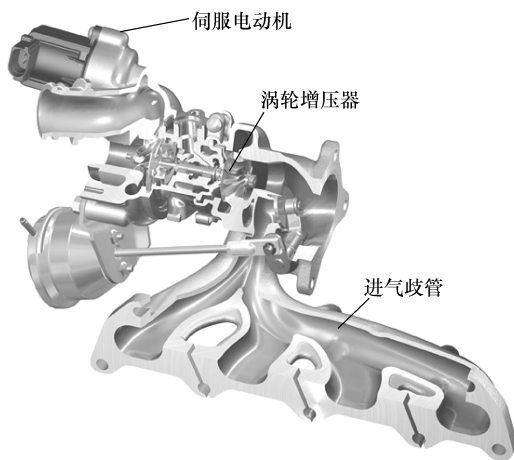

图 1-1 涡轮增压系统结构
1) 涡轮增压技术。涡轮增压器实际上就是一个空气压缩机, 利用发动机排出的废气推动涡轮高速旋转, 将空气压缩进入气缸, 如图 1-1 所示。